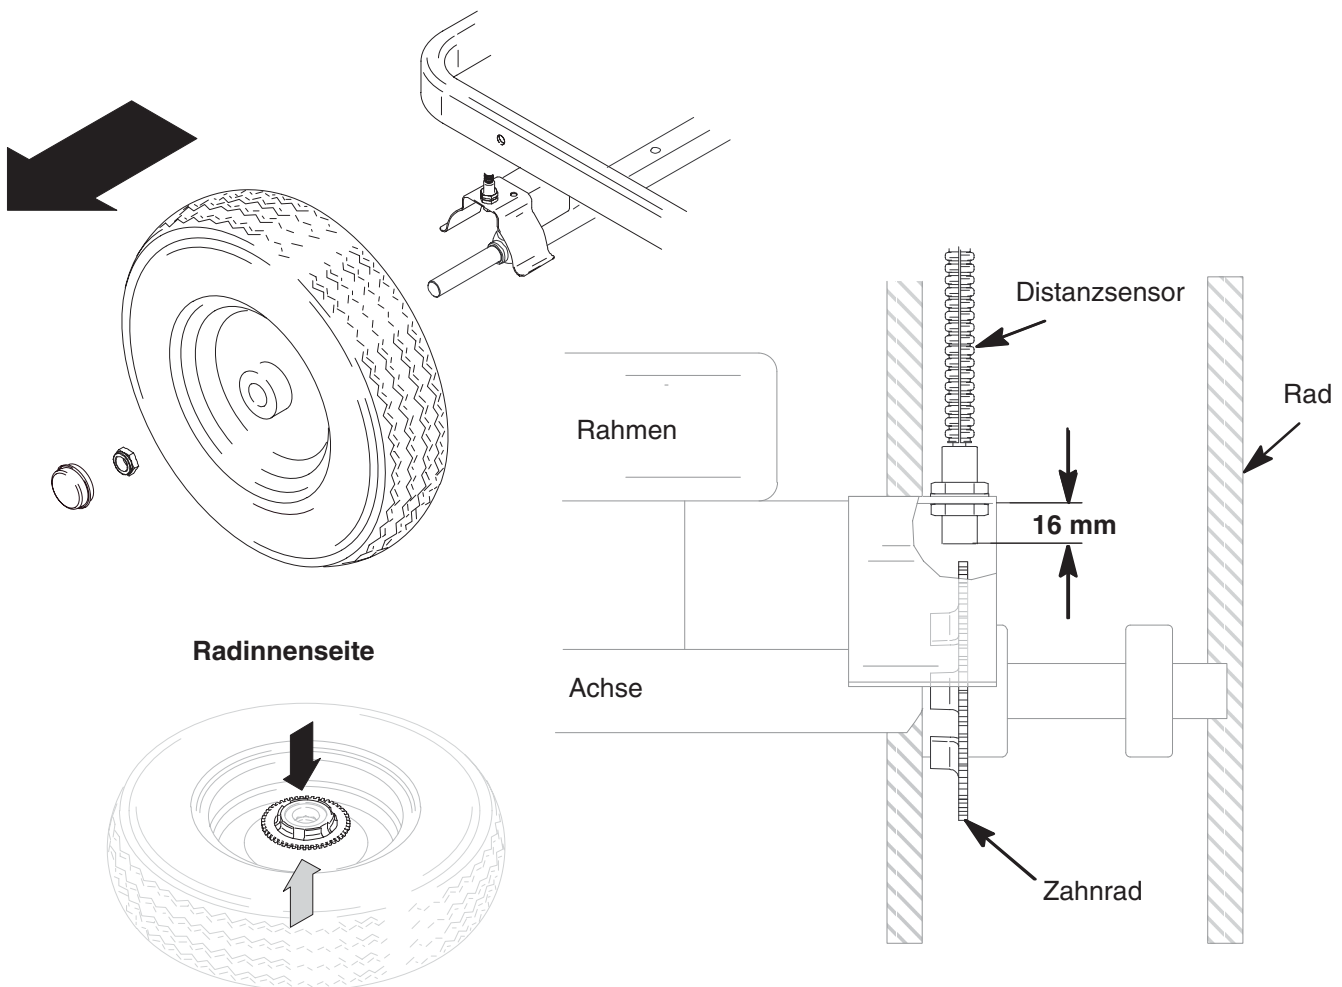

Abb. 7
2. Abb. 7. Nabenabdeckung (74) vom Rad abnehmen. Mutter (62) abschrauben.
3. Rad (82) vom LineLazer abziehen.
4. Zahnrad (57) am Sensor ausrichten.
5. Rad (82) am LineLazer montieren.
6. Mutter (62) satt anziehen, dann 1/4 Drehung lösen. Nabenabdeckung (74) auf die Radnabe stecken.